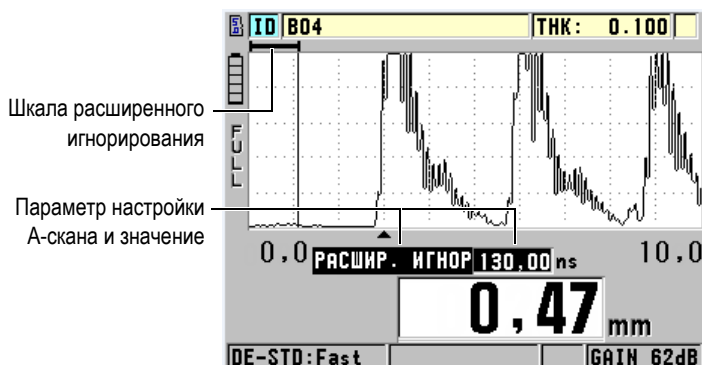

Рис. 9-2 Настройка длины расширенного игнорирования
1. Нажмите **[GAIN/WAVE ADJ]** (только при наличии опции А-скана). Параметр настройки А-скана и его значение появляются на экране измерений (см. Рис. 9-2 на стр. 161).
Горизонтальная линия над экраном А-скана обозначает длину расширенного игнорирования (см. Рис. 9-2 на стр. 161).